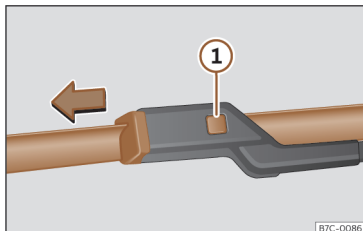

Fig. 183 Substituição das escovas do limpa-vidros.
- Mantenha pressionado o botão de desbloqueio >>> Fig. 183 ① puxando ligeiramente pela escova no sentido da seta.